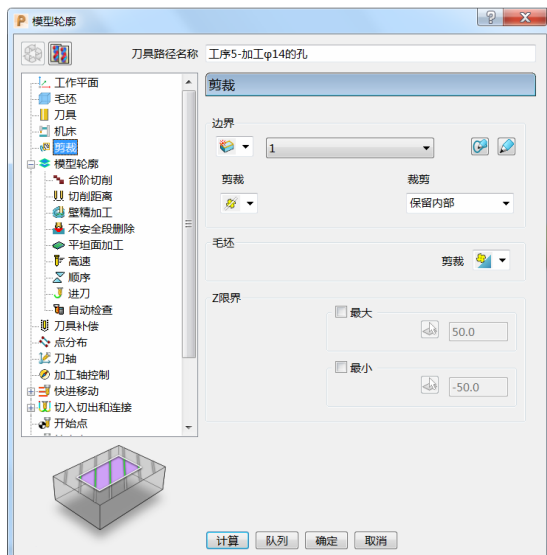

图 5-31
4) 剪裁: 边界选择“1”, 裁剪“保留内部”。(图 5-31)